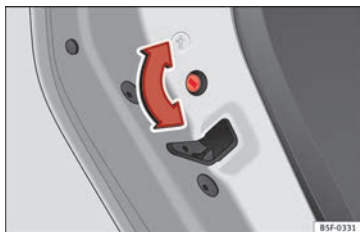

Fig. 36 Seguro para niños de la puerta izquierda
- Con la puerta abierta, gire la ranura con la llave del vehículo en sentido anti-horario para puertas izquierdas » fig. 36 y en sentido horario para las puertas derechas.
- Con la puerta abierta, gire la ranura con la llave del vehículo en sentido anti-horario para puertas derechas y en sentido horario para las puertas izquierdas » fig. 36.